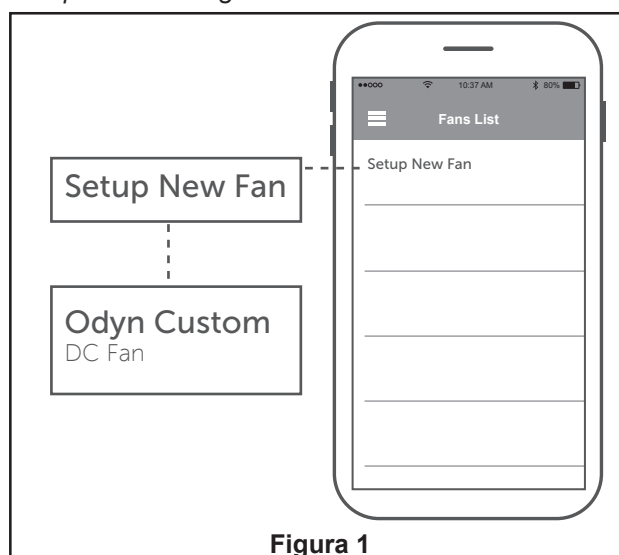

Figura 1
- ☐ 1. Abra la app fanSync y toque el nuevo ventilador para iniciar la instalación. (Figura 1)
- ☐ **1. Instalación de la placa de la pared:** (Figura 1)